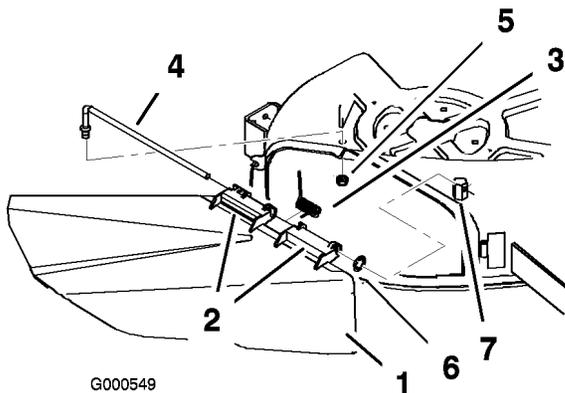

Figure 50
1. Repérez les éléments illustrés (Figure 50).
2. Retirez l'écrou (3/8 pouce) de la tige, sous le plateau de coupe (Figure 50).
3. Sortez la tige de la courte cheville de positionnement, de la rondelle-frein intérieure, du ressort et du déflecteur d'herbe (Figure 50).
4. Reposez le déflecteur d'herbe et la rondelle-frein intérieure (Figure 50).
6. Placez le ressort sur la tige, les fils d'extrémité dirigés vers le bas, entre les supports du déflecteur d'herbe. Insérez la tige dans le deuxième support du déflecteur d'herbe et la rondelle-frein intérieure (Figure 50).
7. Insérez la tige à l'avant du déflecteur dans la courte cheville de positionnement sur le plateau. Fixez l'extrémité arrière de la tige dans le plateau de coupe à l'aide d'un écrou (3/8 pouce) (Figure 50).